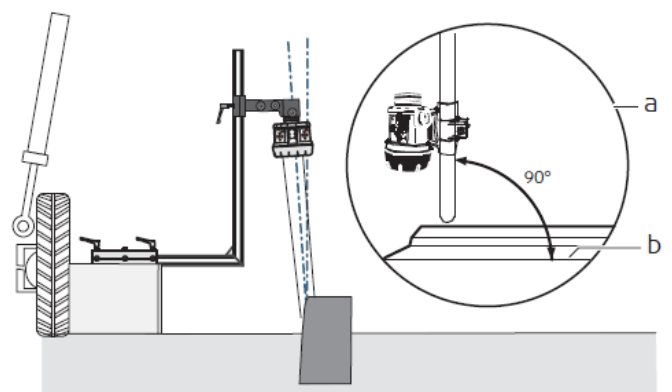
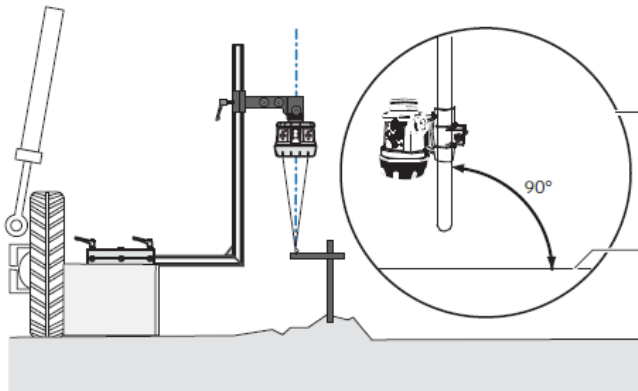

Рисунок 21
Рисунок 22
- Функция бокового сдвига работает только в режиме (базовая плоскость) "Stringline" (рис. 22) или в режиме (базовая плоскость) "Edge" (рис. 21).